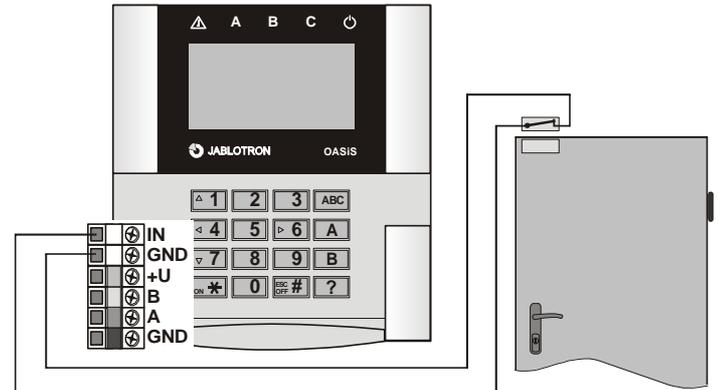

Abb. 2 Anschluss des Türöffnungsdetektors
- Installieren Sie den Türdetektor** (wenn Sie ihn einsetzen wollen) und schließen Sie seinen Kabel in die Klemmen IN und GND an. (Abb. 2). Wenn der Eingang nicht benutzt wird, muss er geklemmt sein.